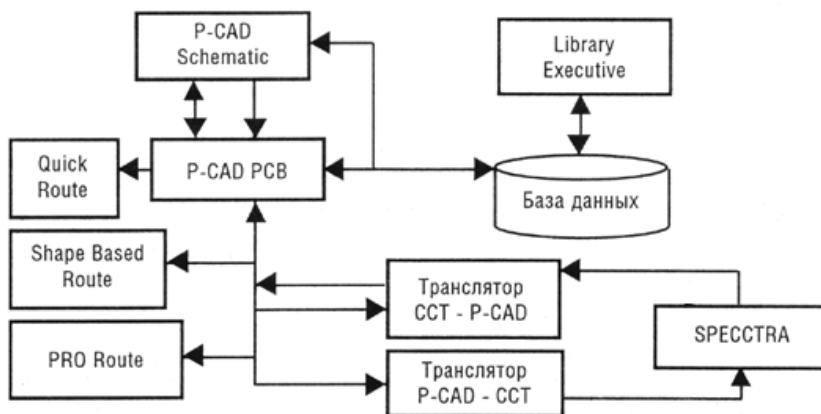

Рис. 1. Структура системы проектирования P-CAD
**Общие сведения о системе P-CAD.** Система P-CAD предназначена для проектирования многослойных печатных плат (ПП) вычислительных и радиоэлектронных устройств. В состав P-CAD входят четыре основных модуля – P-CAD Schematic, P-CAD PCB, P-CAD Library Executive, P-CAD Autorouters и ряд других вспомогательных программ (рис. 1).